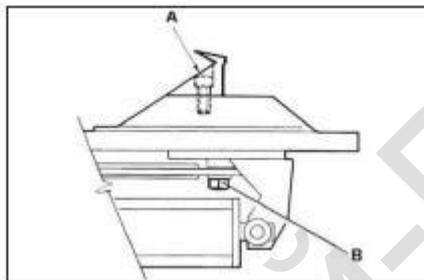

Рисунок 15
- Подтяните болты крепления зажимных кулачков и ползунів поворотного стола после первых 20 дней эксплуатации станда (Рис.15).